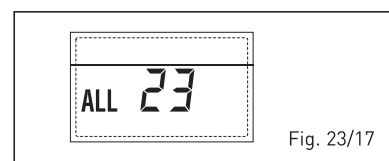

Fig. 23/17
- **ANOMALÍA SONDA DEL COLECTOR SOLAR (S1) “ALL 24” (fig. 23/18)**